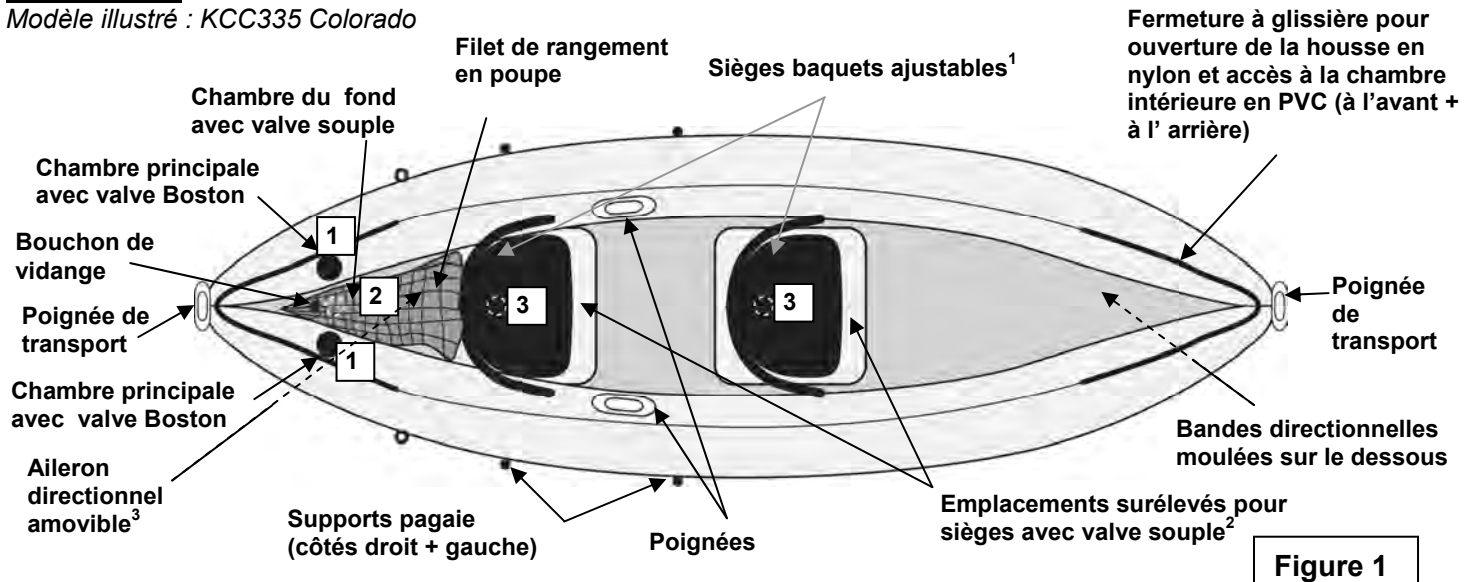

Figure 1
- a) Valve(s) Boston (figure ci-contre) : dévisser le capuchon de la valve (1), visser le corps de la valve (2) dans la base de la valve (3) ; veiller à ce que le capuchon reste accessible. Insérer l'extrémité du tuyau du gonfleur dans la valve et gonfler jusqu'à atteindre le niveau de pression recommandé (voir point 3). Après gonflage, fermer bien toutes les valves avec leur capuchon (dans le sens des aiguilles d'une montre). **N.B.** : une légère fuite d'air avant la fermeture des valves avec leur capuchon est normale, **seul le capuchon des valves assure l'ÉTANCHEITE.**
3. Gonfler le produit selon l'ordre de gonflage indiqué sur la plaque d'immatriculation imprimée sur le produit (voir également figure 1, la numérotation des valves).